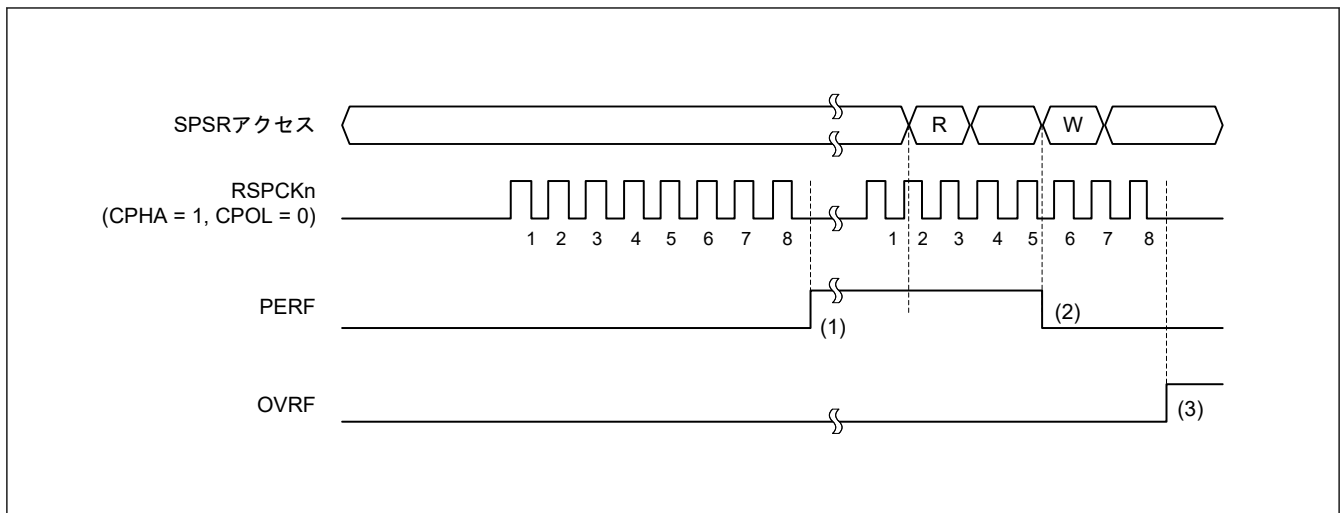

図 28.42 OVRF フラグおよび PERF フラグの動作例
図 28.42 に、OVRF フラグと PERF フラグの動作例を示します。図 28.42 に記載の SPSR アクセスは、SPSR レジスタへのアクセス状況を示しています。W は書き込みサイクル、R は読み出しサイクルを示しています。この例では、SPCR.TXMD ビットが 0、SPCR2.SPPE ビットが 1 の状態で全二重同期式シリアル通信を行います。SPCMDm.CPHA ビットが 1、SPCMDm.CPOL ビットが 0 の設定で、SPI が 8 ビットのシリアル転送を実行しています。RSPCKn 波形の下に記載した数字は、RSPCK サイクル数 (= 転送ビット数) を示しています。
以下に、図 28.42 の (1)~(3) に示したタイミングでのフラグの動作内容を説明します。